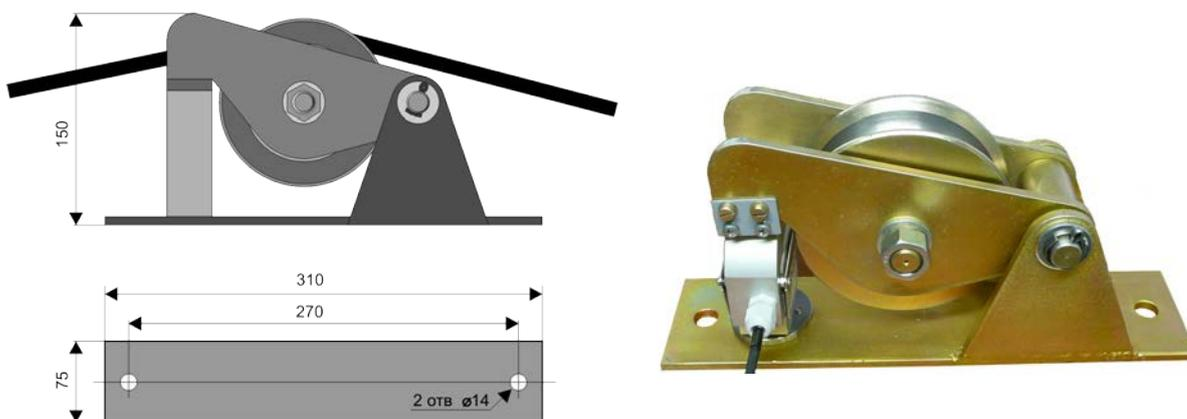

Рис. 5
6.5. Датчик веса груза представляет собой прибор, преобразующий силу натяжения грузового троса, обусловленную массами поднимаемого груза и крюковой обоймы в электрический сигнал. В данной модификации АС-АОГ-01м⁺ датчик веса груза состоит из двух датчиков усилия, Рис.5, : одного, измеряющего силу натяжения в грузовом тросе основного подъема и другого, измеряющего силу натяжения в грузовом тросе вспомогательного подъема.